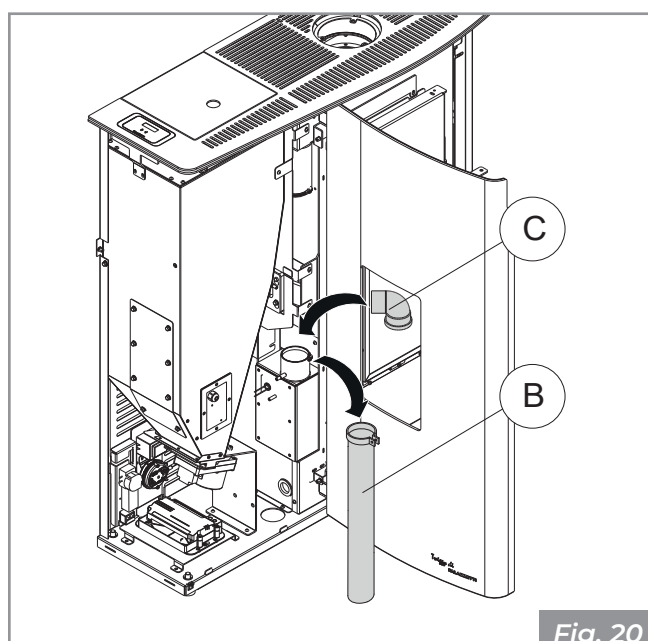

Fig. 20
- Rimuovere il tubo flessibile di collegamento aria comburente (**B**) e inserire al suo posto la curva a 90° (**C**) in dotazione (**Fig. 20**).